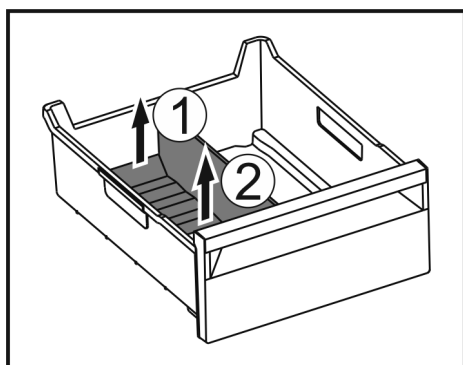

Fig. 168
- Hinteren Teil des Eisfach-Trenners anheben. Fig. 168 (1)
- Eisfach-Trenner nach oben entnehmen. Fig. 168 (2)